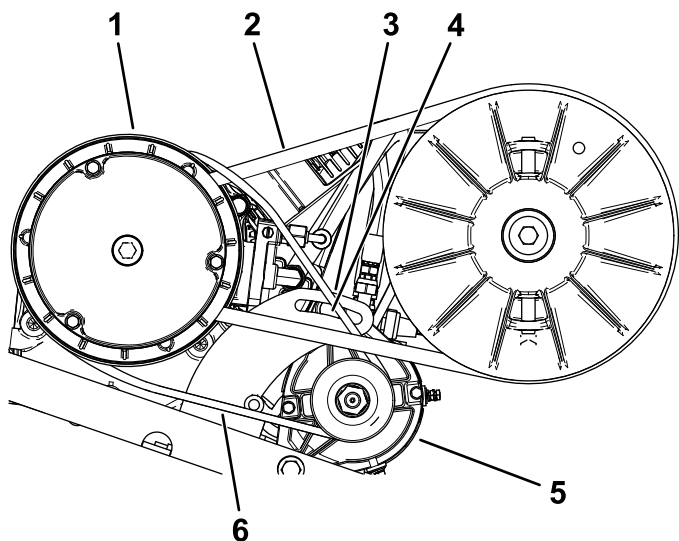

Figura 67
- Slăbii piulia de pivotare demaror-alternator (Figura 67).
- Apăsai levierul în jos pentru a roti demarorul în jos, în fantă, doar până când tensionarea curelei permite o deflexie de 6 mm, cu o foră de 44 N·m (Figura 67).
- Strângeți manual piulia de pivotare i îndepărtați levierul (Figura 67).